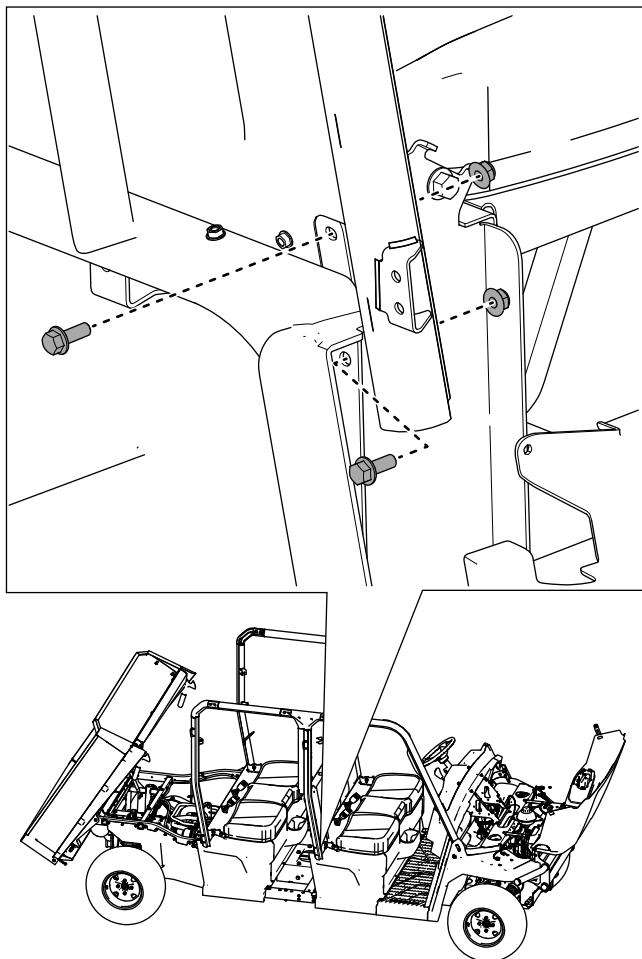

Figure 47
13. Fixez légèrement le bas de la barre centrale droite de l'arceau de sécurité à la base du siège à l'aide de 2 boulons à embase ( $\frac{3}{8}$  x 1 po) et de 2 contre-écrous ( $\frac{3}{8}$  po), comme montré à la Figure 47.